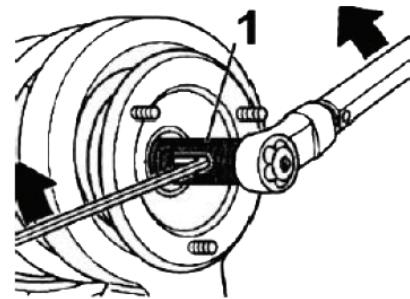

Fig. 6:
- Federbein zerlegen, dazu Federbein in Spannvorrichtung befestigen und Spiralfeder mit Federspanner zusammendrücken. Kolbenstangenmutter (Fig. 6) abschrauben.
- Knock down suspension strut. Do to so, clamp it in a clamping device and compress the coil spring with a spring tensioner. Unscrew piston rod nut (Fig. 6).
- Dévisser l'écrou de la tige de piston (Fig. 6).
- Desatornillar la tuerca del vástago (Fig. 6).